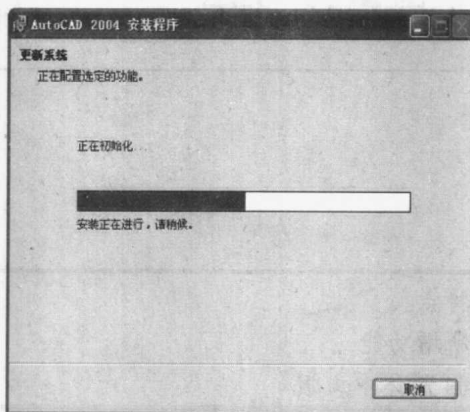

图 1-10 安装 AutoCAD 2004 ——安装过程
- (10) 弹出询问窗口，确认是否开始进行安装。如果重新输入安装信息，单击【上一步】按钮；如果确认开始安装，单击【下一步】按钮。
- (11) 开始安装。安装过程如图 1-10 所示。
- (12) 安装完成。单击【完成】按钮结束安装。
- (13) 双击桌面上的图标，运行 AutoCAD 2004，根据提示输入授权号，完成安装。